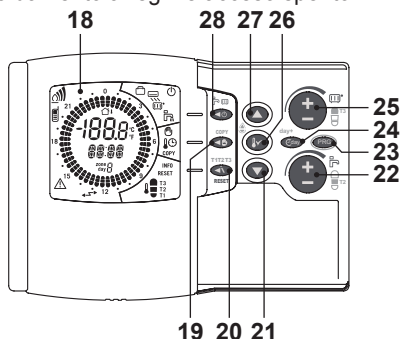
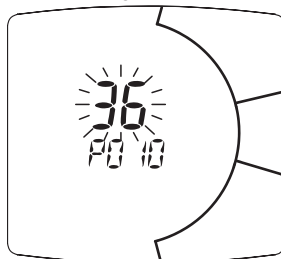
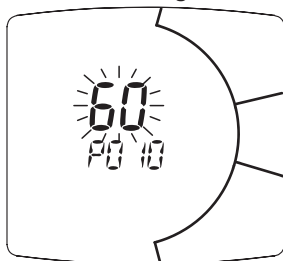

Figura 5.56
Figura 5.59
Figura 5.60
- Scorrere i vari parametri utilizzando il tasto 22 in Figura 5.56 fino a far apparire sul display LCD le lettere **P010** con sopra il relativo valore del parametro **36** (corrispondente ad un tempo di riaccensione di 3 minuti circa) che lampeggia, indicante l'entrata nel "parametro 10" (Figura 5.59).
pulsante 25 in Figura 5.56 fino a visualizzare un **set di 60**, aspettare che il numero programmato cominci a lampeggiare (Figura 5.60).